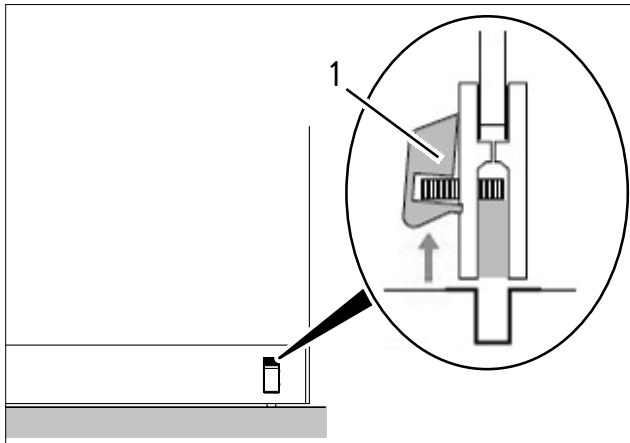

Abb. 8 Frontfeststeller entriegeln
2. Beide Frontfeststeller (Abb. 8/1) am Flügel mit dem Fuß unterhaken oder mit der Hand hochziehen.